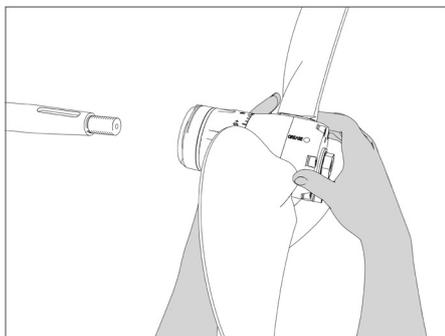
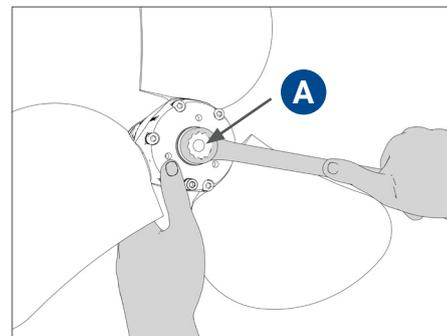

FIG. 6 | Insetimento elica sull'asse
FIG. 8 | Avvitamento dado di serraggio
- Innestare il gruppo elica sull'asse senza chiavetta (Fig. 6 e 7), tenerlo in posizione e avvitare il dado di serraggio **A** fino alla fine (Fig. 8).